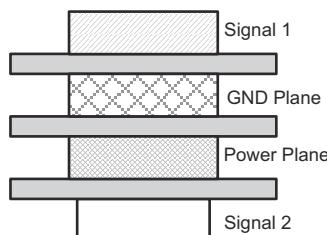

图 10-3. 四层板堆叠
4. 不要将 USB 迹线布置在晶振、振荡器、时钟信号发生器、开关稳压器、安装孔、磁性器件或使用、复制时钟信号的集成电路 (IC) 以下或靠近这些器件。
8. 由于 USB 具有相关的高频特性，因此所推荐的印刷电路板至少为 4 层；两个信号层划分为接地层及电源层，如图 10-3 所示。